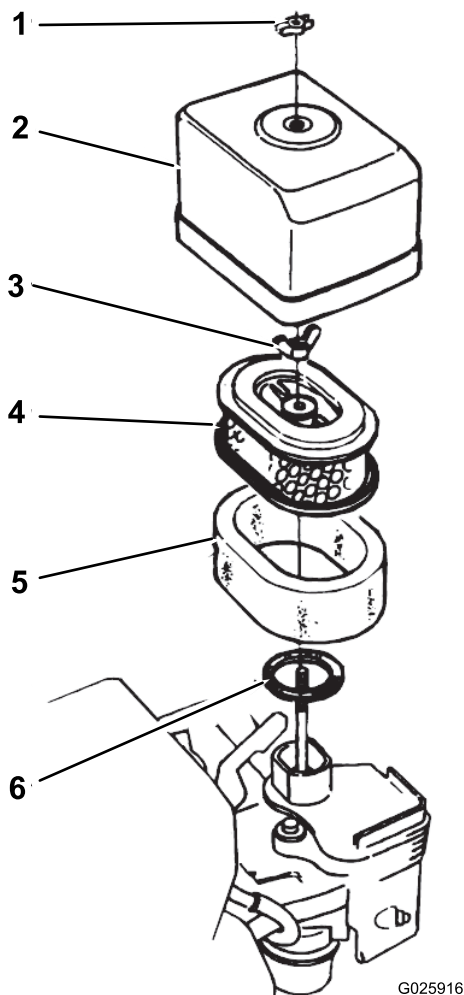

Bild 31
- Nehmen Sie die Flügelmutter ab, mit der die Luftfilterabdeckung am Luftfilter befestigt ist. Nehmen Sie dann die Abdeckung ab (Bild 31).
- Nehmen Sie die Flügelmutter vom Luftfilter ab und nehmen Sie den Filter heraus (Bild 31).
- Nehmen Sie den Schaumfilter aus dem Papierfilter (Bild 31).